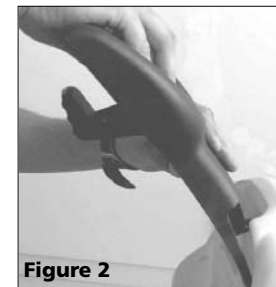

Figure 2
2. Introduire la manche à l'arrière de l'unité en formant un angle, tel qu'illustré dans la Figure 2.